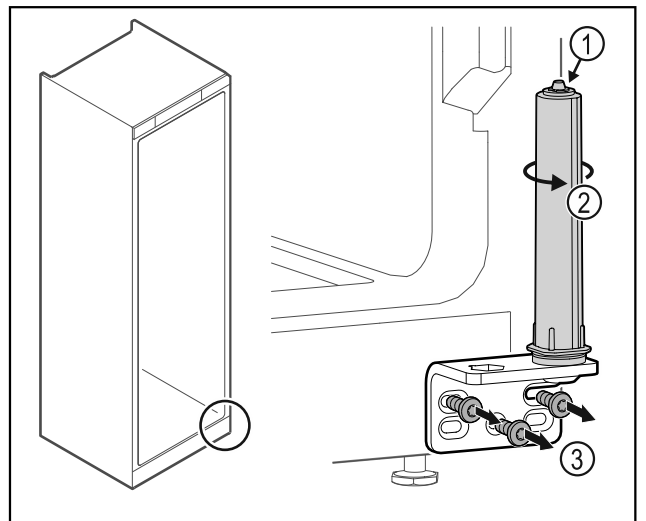

Fig. 38
- ▶ 请勿拆解关门系统 Fig. 38 (1)。
- ▶ 转动关门系统 Fig. 38 (2)，直至听到咔嚓声。
- ▶ 拧下合页角铁 Fig. 38 (3)。